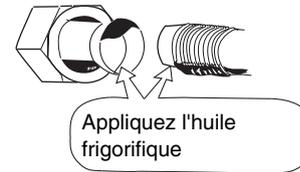

Fig. 7-4
- (1) Appliquez un capuchon ou un ruban adhésif pour éviter que la poussière ou l'eau ne pénètre dans les tubes avant que ceux-ci soient utilisés.
- (2) Lubrifiez avec de l'huile frigorigique le dudgeon et le raccord pour éviter les fuites. Vous réduirez ainsi efficacement les fuites de gaz. (Fig. 7-4)